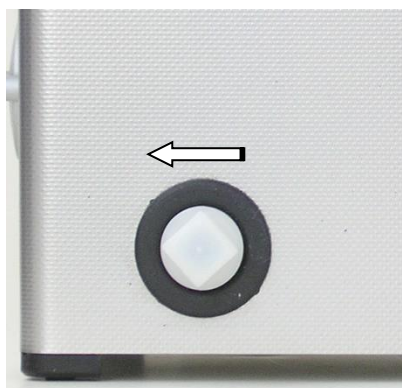

Bild 5.1.1 Ablauf mit Verschlussstopfen
1. Schrauben Sie die werksseitig angebrachte Schraubkappe aus Kunststoff im Gegenuhrzeigersinn ab (*siehe Bild 5.1.1*).